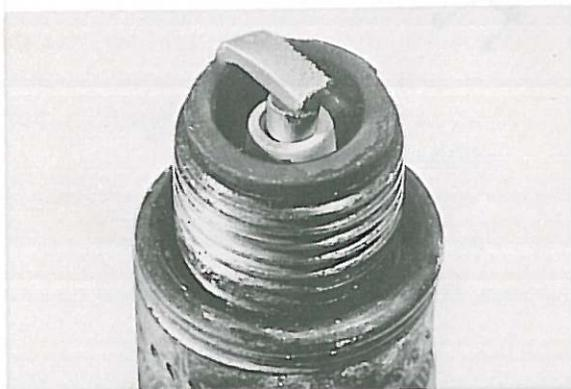

Fig. 6-3-1
1. Best When the porcelain around the center electrode is a light tan color. (Fig. 6-3-1)
1. Aspect normal..... L'isolant porcelaine présente une couleur brun chocolat autour de l'électrode centrale. (Fig. 6-3-1)
1. Bestzustand: Wenn der Isolationskörper um die Mittelelektrode herum eine hellbraune Verfärbung aufweist. (Fig. 6-3-1)